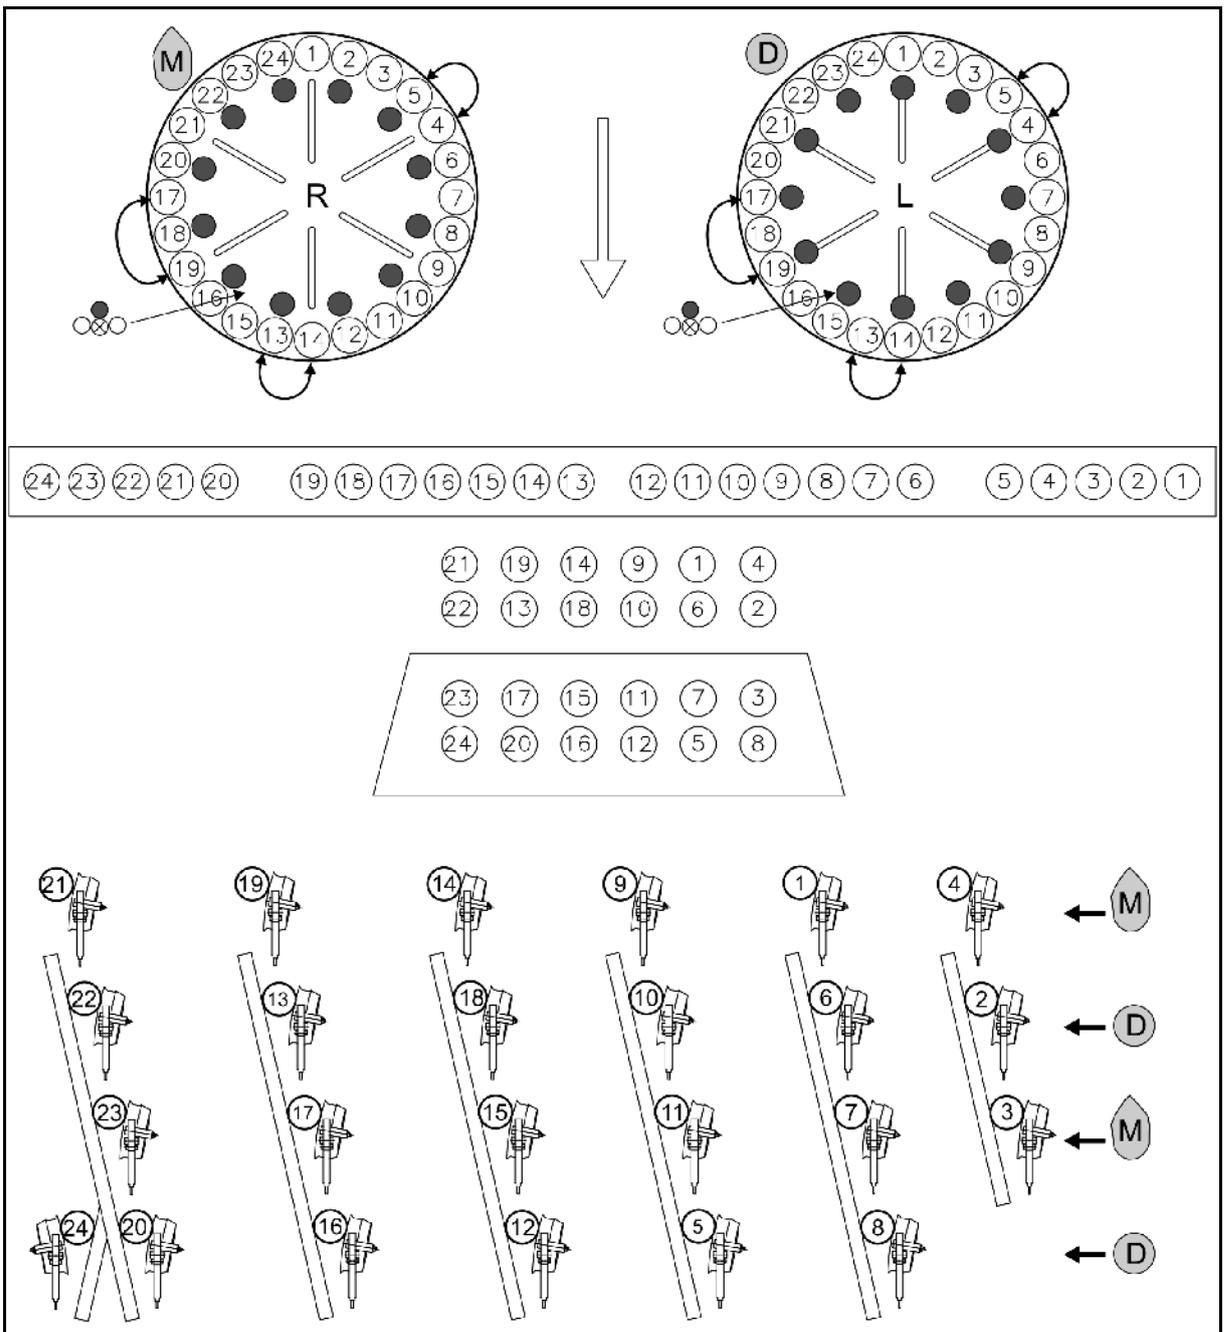

Fig. 46
- Mais M: Verschlussstopfen  entsprechend Fig. 46 montieren.
- Dünger D: Verschlussstopfen  entsprechend Fig. 46 montieren.